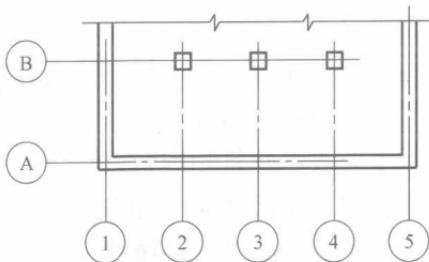

图1-1 定位轴线的编号顺序
- 3) 平面图上定位轴线的编号，宜标注在图样的下方与左侧，横向编号应用阿拉伯数字，从左到右顺序编号，竖向编号应用大写拉丁字母，从下至上顺序编写，拉丁字母的I、O、Z不得用作轴线编号，如图1-1所示。